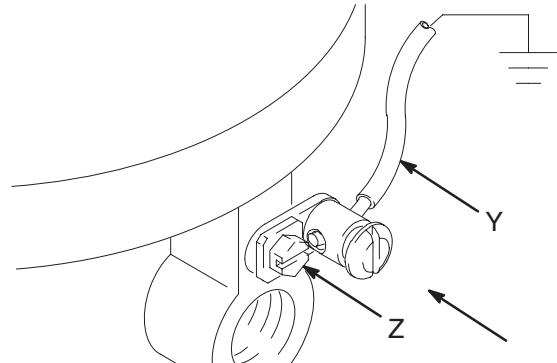

Fig. 2 TI1052
Modell nr. 206078: Ta ut jordingsskruen (Z) og stikk den gjennom koplingsøyet i enden av jordledningen (Y). Fest jordingsskruen på pumpen igjen og trekk den godt til. Jordledningens andre ende koples til en god jordforbindelse. Se Fig. 2. *Bestillingsnummer for jordledning og klemme er 222011.*